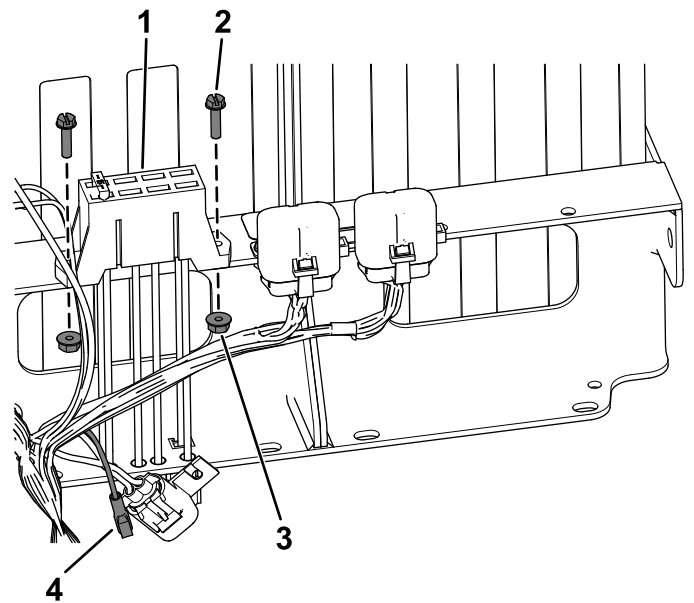

Figura 18
- **Para máquinas con número de serie 403448001 y posteriores**, fije el nuevo bloque de fusibles con los 2 tornillos de cabeza hexagonal con arandela (N.º 10 × ¾") y las 2 tuercas dentadas (N.º 10) como se muestra en la **Figura 18**.
- 2. **Para máquinas con número de serie 403448001 y posteriores**, conecte el conector hembra del arnés al nuevo bloque de fusibles (**Figura 18**).